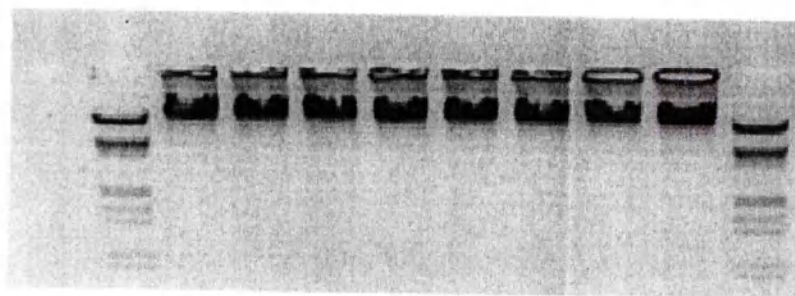

Рисунок 1: Геномная ДНК, выделенная из цельной крови, в сравнении с маркером молекулярных масс DNA Molecular Weight Marker III*.
3.1 Стабильность ДНК ДНК выделяли из образцов цельной крови культуральных клеток и анализировали в агарозном геле. При молекулярном весе около 50 kb ДНК сохраняла высокое качество и не имела признаков деградации (Рисунок 1). Выделенная в приборе MagNA Pure LC ДНК обладала более высоким качеством с точки зрения стабильности и чистоты (контаминации РНК).